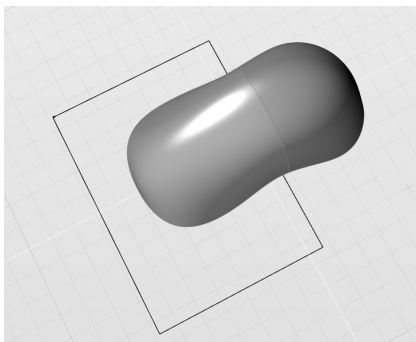

图 5-182 修剪曲面，并选择“保留二者”
11) 重新绘制一个新的矩形, 将其命名为“矩形 02”。对新的放样曲面进行修剪, 修剪后让两部分全部保留 (此处以颜色稍作区分), 如图 5-182 所示。创建这个矩形的目的在于定义渐消面的消失位置。操作完毕后可暂时将“矩形 02”隐藏。